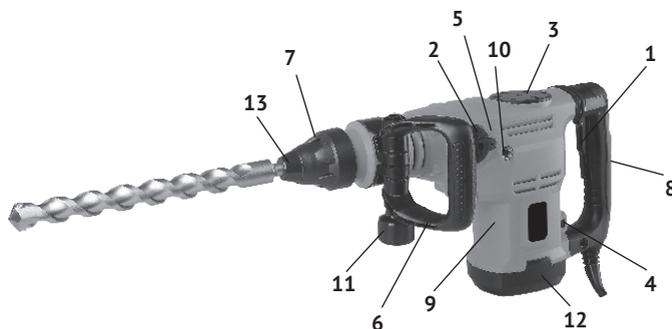

рис. 1
1.3 Основные узлы перфоратора (двигатель, редуктор и ударный механизм) расположены в пластиковом корпусе. Крутящий момент с якоря электродвигателя, расположенного вертикально, через систему шестерён, передаётся на вал с патроном SDS – тах (рис.1 поз.7), расположенный перпендикулярно оси двигателя. Кривошипно-шатунный механизм приводит в действие ударный узел перфоратора. В зависимости от вида выполняемой работы, в патрон SDS – тах вставляется необходимая насадка (пика, долото, сверло) с соответствующим хвостовиком. Дополнительная рукоятка передняя (рис.1 поз.6) хомутом крепится на передней, цилиндрической части корпуса. Фиксируется рукоятка гайкой (рис.1 поз.10), в любом положении (от 0° до 360°), что удобно пользователю, как «правше», так и «левше».
1.4 Клавиша выключателя (рис.1 поз.1) расположена в передней части рукоятки (рис.1 поз.8), крепящейся к корпусу перфоратора (рис.1 поз.9). При необходимости, к
корпусу перфоратора можно прикрутить боковую рукоятку (рис.1 поз.10), справа или слева.
Слева на корпусе редуктора расположен переключатель режимов работы (рис.1 поз.2). Он фиксируется в одном из двух положений, отмеченных символами: «сверло с молотком» - сверление с ударом, «молоток» - долбление (без вращения). Нажав фиксатор (рис.1 поз.5) в торце ручки переключателя, поворотом ручки со стрелкой, совместить с нужным символом. Достигнув нужного положения, фиксатор возвращается в исходное положение, закрепляя ручку в выбранном положении. При установке ручки переключателя на символ «Vario-Lock» (без фиксации), можно изменить положение рабочего инструмента (поворот вокруг оси) перед работой в режиме долбления.
В нижней части корпуса, со стороны рукоятки, расположен диск регулятора оборотов двигателя (рис.1 поз.4). Он регулирует скорость вращения и частоту ударов рабочего инструмента.
Общий вид перфоратора представлен на рис. 1
При замене рабочих насадок следите за тем, чтобы колпачок (рис.1 поз.13), защищающий патрон от попадания пыли, не был повреждён.
- вращением гайки-фиксатора, ослабить хомут передней рукоятки (рис.1 поз.6);
- установить хомут на цилиндрическую часть корпуса перфоратора перед патроном (рис.1 поз.9);
Боковая дополнительная рукоятка, при необходимости, прикручивается в одно из двух отверстий (рис.1 поз.10) корпуса перфоратора.
- включение перфоратора осуществляется нажатием на клавишу выключателя (рис.1 поз.1);
В зависимости от обрабатываемого материала и установленного рабочего инструмента, регулятором (рис.1 поз.4) устанавливается необходимое число оборотов и/или частота ударов инструмента.
- при работе в режиме сверление с ударом, переключатель (рис.1 поз.2) в положении «сверло с молотком»;
- при работе в режиме долбление, переключатель (рис.1 поз.2) в положении «молоток».
3.2 Для замены щёток необходимо открутить крышку корпуса двигателя (рис.1 поз.12). Открутить крышки щёткодержателей и вынуть использованные щётки. Установить новые щётки, закрутить крышки щёткодержателей и установить на место крышку корпуса двигателя. Щётки следует заменять парой для обеспечения равной степени их давления на коллектор якоря. Включить перфоратор на несколько минут на холостом ходу для приработки щёток.
- открутить ключом (из комплекта поставки) крышку смазочного окна (рис.1 поз.3);